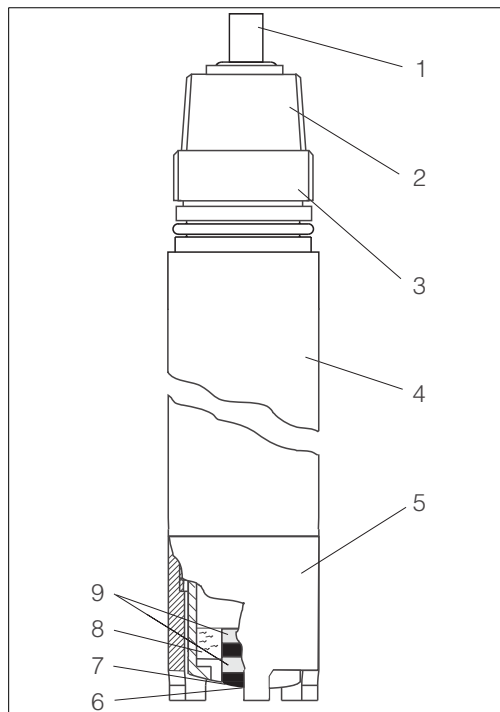

Fig. 17: Construction de la cellule
- Corps de la cellule (fig. 17, pos. 4)
- Cage de protection (fig. 17, pos. 5)